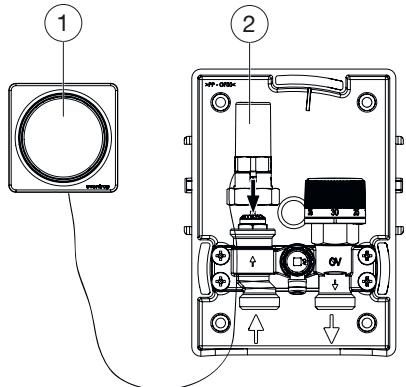

Fig. 10: Montage du thermostat avec commande à distance
3. Vissez le piston de commande (voir Fig. 10, page 58 (2)) sur le robinet. Insérer le tuyau capillaire par le bas.